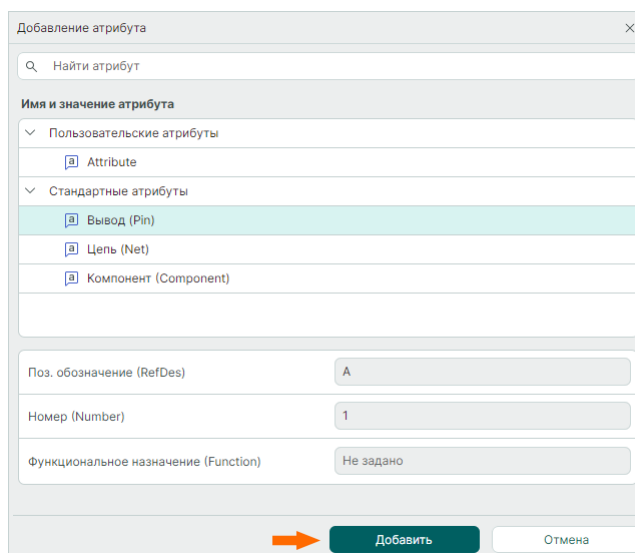

Рис. 305 Кнопка «Добавить»
3. Нажмите «Добавить», см. Рис. 305.